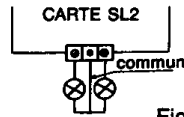

Fig. 3
4.C) Le bornier de cette carte comporte trois pôles, le central sera raccordé au commun (fil bleu) des deux lampes, les deux autres pôles seront raccordés à l'autre fil des lampes (Fig. 3).